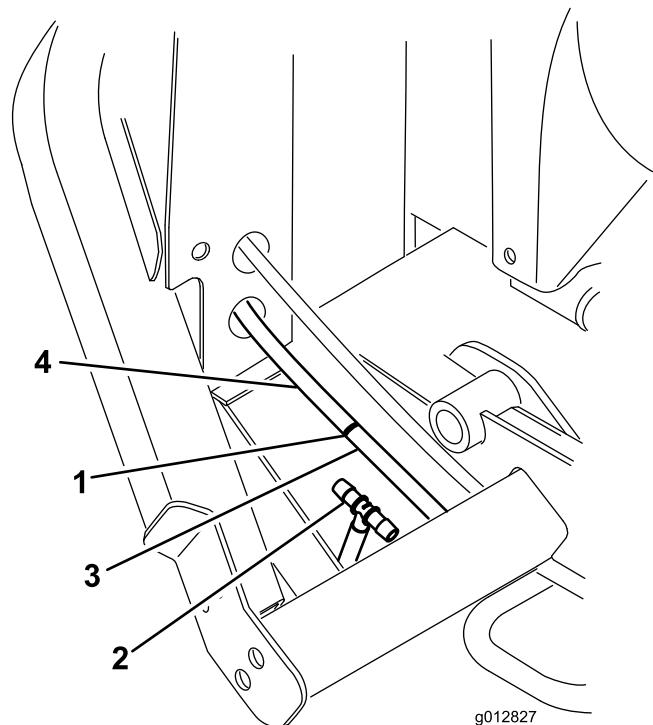

Figura 17
- B. Meça aproximadamente 12,7 cm a partir da estrutura do radiador e corte o tubo de retorno (Figura 17).